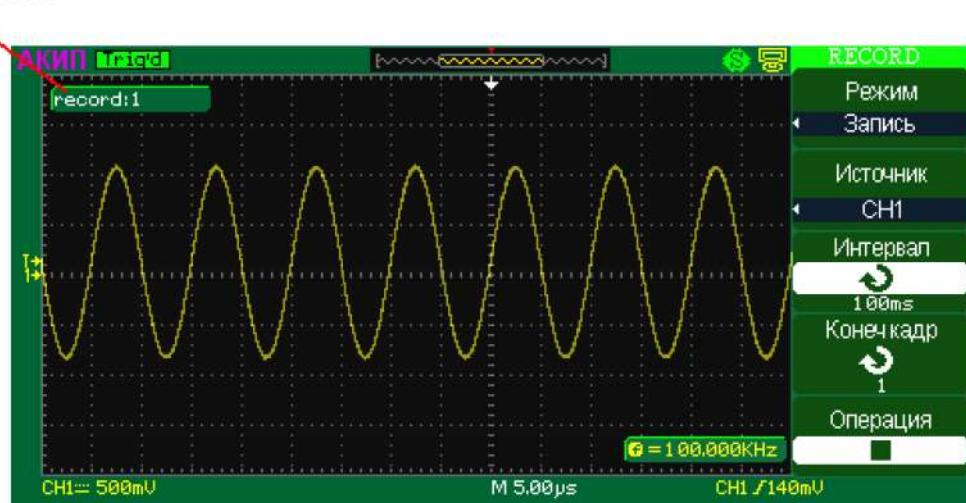

Рис. 8-29
- Если до момента окончания записи произвести принудительную остановку регистрация нажатием на кнопку «Операция», то запись прекратится, все осциллограммы будут удалены без записи и счетчик осциллограмм на экране осциллографа обнулится (см. рис. 8-29).